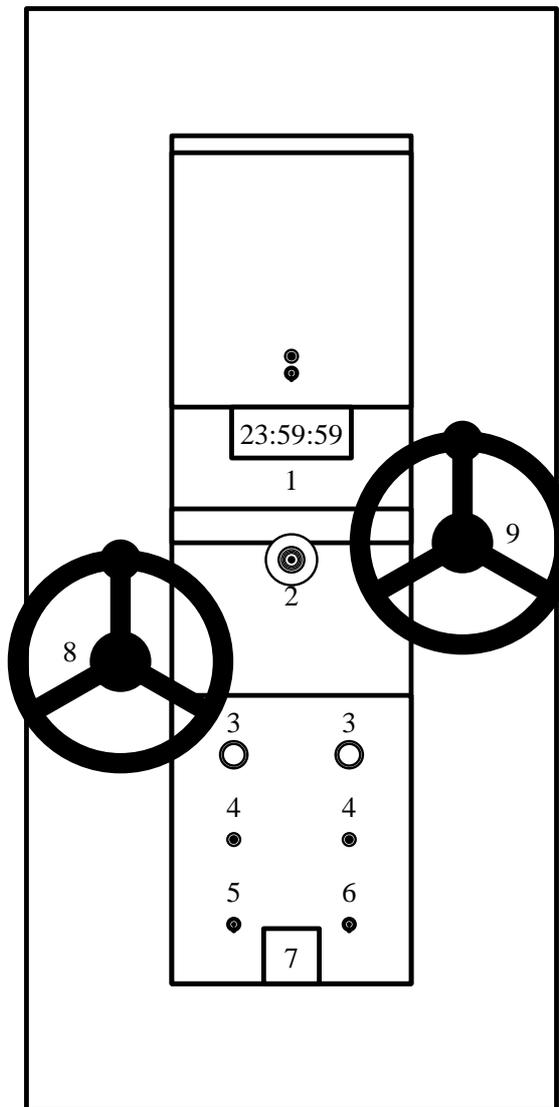
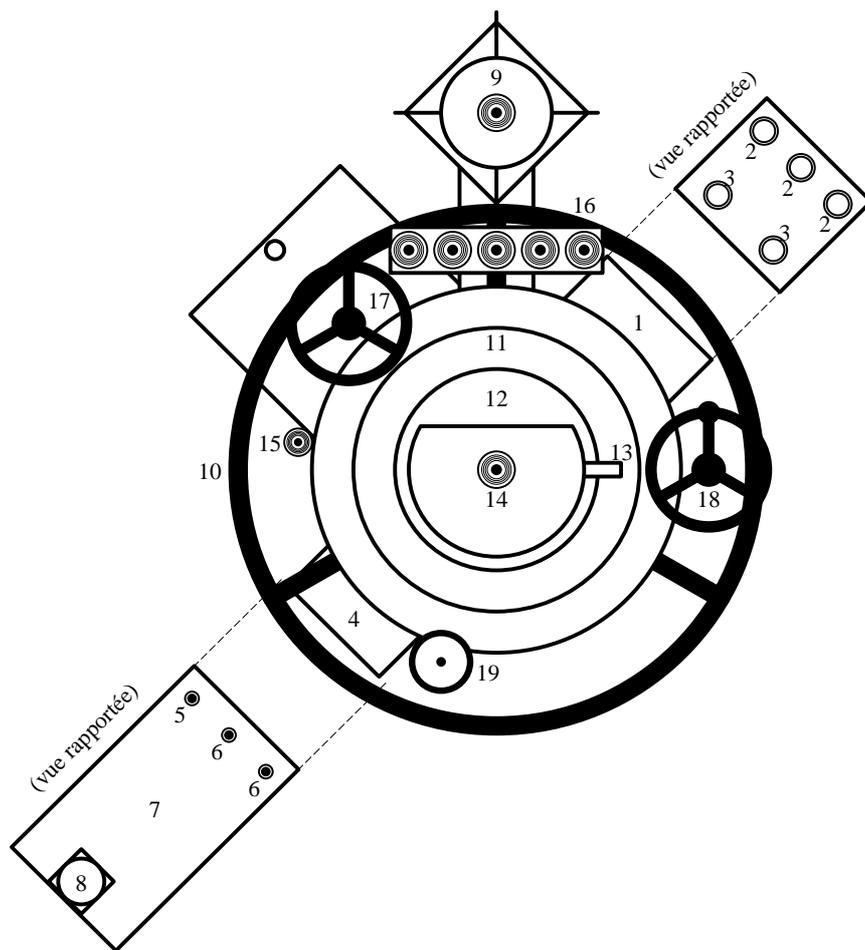

Figure 1: Le pilier central, face Sud.
Figure 2: Platine focale et blocs de commande en vue rapportée.
L'objectif est protégé par un obturateur à volet basculant, commandé au moyen d'un volant à manivelle situé sur la platine focale (voir Figure 2). La timonerie est équipée d'un limiteur de couple; donc, ne pas hésiter à aller en butée lors de la manœuvre de ce volant.
- **Calage/Décalage** : il se fait par un embrayage pneumatique, commandé par les boutons-poussoir jaunes "CALAGE" et "DÉCALAGE" situés sur le panneau de commande du pilier central, côté Sud (voir Figure 1), et par les boutons-poussoir jaunes "EMBRAYAGE" et "DÉBRAYAGE" situés sur le bloc de commande supérieur de la platine focale (voir Figure 2).
- **Calage/Décalage** : il se fait par un quart de tour sur le volant de blocage de la platine focale (voir Figure 2).
- **Éclairage du cercle** : il se commande par pression **continue** sur le bouton-poussoir noir situé sur le bloc de commande inférieur de la platine focale (voir Figure 2).
- **Mouvements de rappel** : ils se font par une molette sur la platine focale (voir Figure 2).